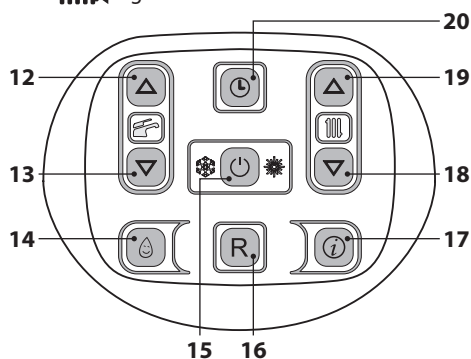

Figura 2.5
Entrare in "modalità programmazione" tenendo premuto per 5 secondi il tasto 20 (Figura 2.5) fino a far apparire sul display il simbolo ⌚.
Agendo sui tasti 18 (diminuzione) e 19 (aumento) Figura 2.5 è possibile impostare i valori di ora, giorno e data, agendo sui tasti 12 e 13 è possibile passare da un parametro all'altro.
- Tenere premuto per 2 secondi il tasto 15 fino a far apparire sul display entrambe i simboli  e , Figura 2.5.